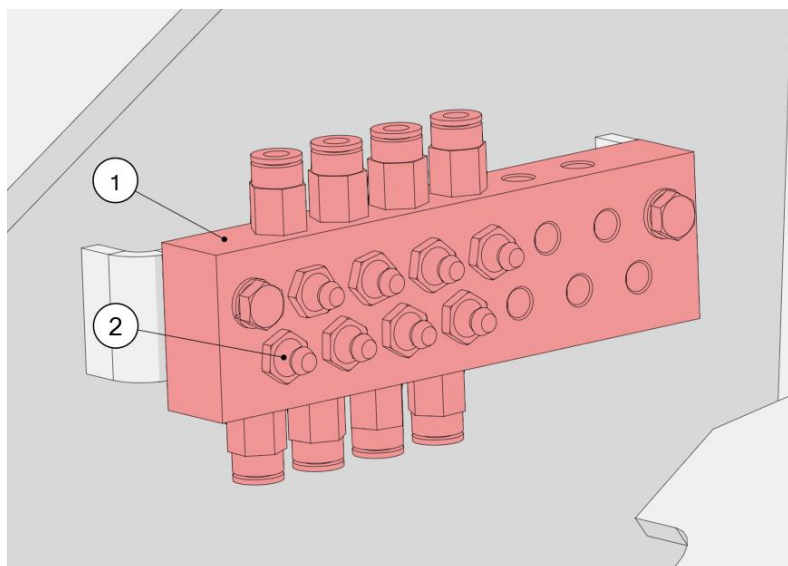

Рисунок 30. Централизованная смазка подшипников
Пресс-подборщик Z514 оснащен системой централизованной смазки подшипников. Сборные планки (1) со смазочными ниппелями (2) позволяют смазывать подшипники машины (рис. 30). Планки расположены на левой и правой сторонах пресс-подборщика. Они должны смазываться в соответствии со схемой смазки (**таблица 3**).